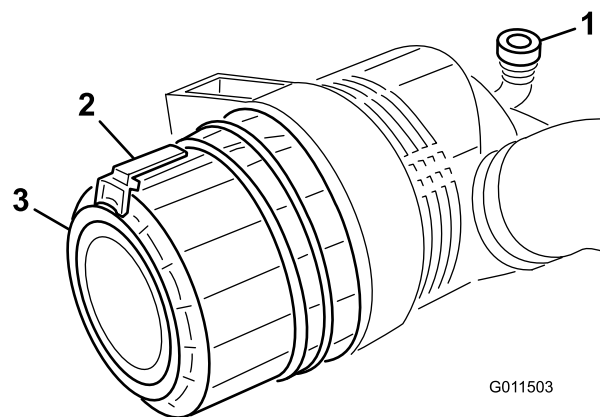

Figura 49
1. Tire hacia fuera del enganche y gire la tapa del limpiador de aire en el sentido contrario a las agujas del reloj (Figura 49).